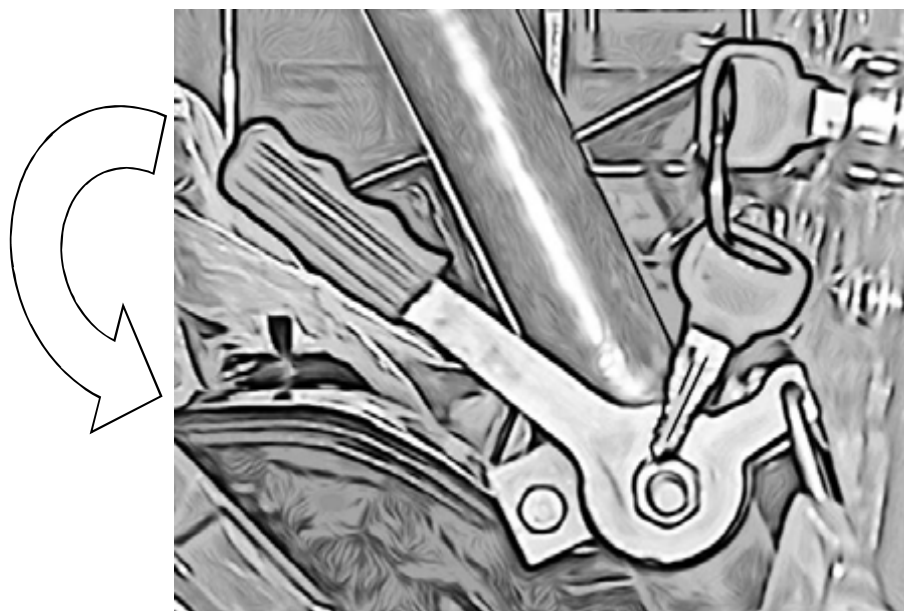

Рис. 3-3. Ручка контроля скорости и ключ зажигания
- 2.) Установите ручку контроля скорости в положении «Старт» (рис. 3-3), равное нажатию на педаль акселератора на 2/3 от максимального положения.